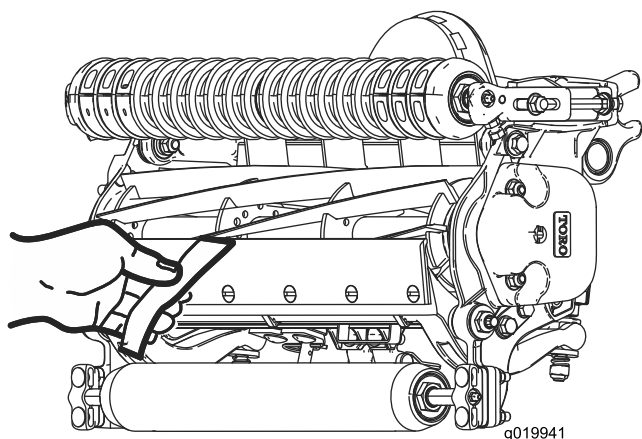

図 18
10. 切れ味確認用のペーパートロのパーツ番号 125-5610を一枚、リールと下刃との間に、下刃に対して直角になるように差し入れて、カッティングユニットの切れ味をテストする 図 18。ゆっくりとリールを回転させるこれで紙が切れれば合格である。